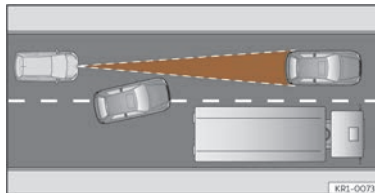

Fig. 114 Changement de voie d'un véhicule.
- Véhicules changeant de voie pour aller sur la vôtre, à courte distance de votre véhicule >>> **fig. 114**.